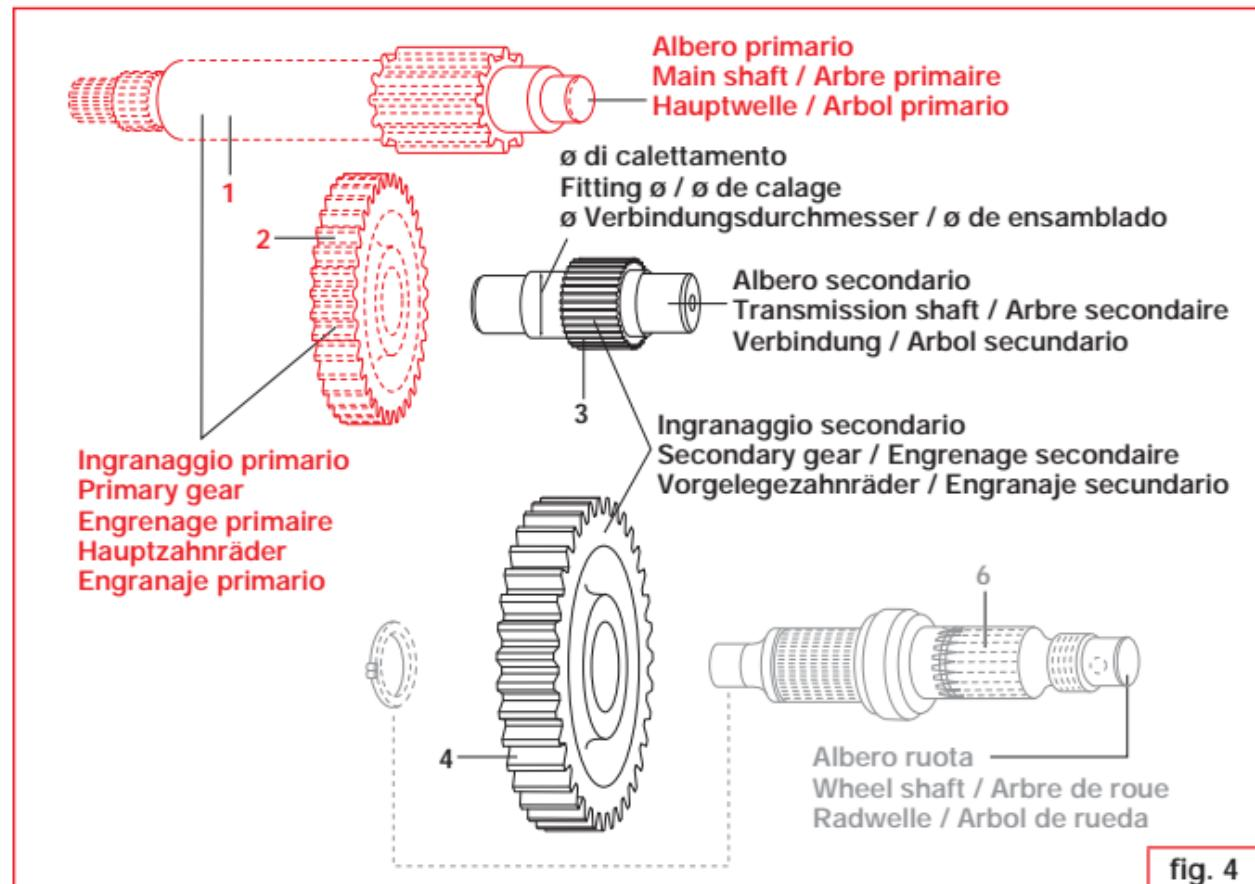

fig. 4
Sbloccare gli ingranaggi 2 e 3 fig. 4 servendosi di una bussola con l'ausilio di una pressa o di una morsa robusta e rimontare il nuovo ingranaggio usando lo stesso sistema all'inverso.
- In alcuni casi la ruota dentata finale 4 fig. 4 viene montata sull'asse ruota 6 fig. 4 piantandola con interferenza. In questo caso bisogna smontare la ruota posteriore dello
Free the gears 2 and 3 fig. 4 using a bushing together with a press or a resistant vice and assemble the gear with the same but inverse proceeding. **(EXCEPT 6714530 and 6714748 )**
- In some cases, the final gear-wheel 4 fig. 4 is installed on the axis of gear-wheel 6 fig. 4, secured with resistance. In this case, remove the scooter rear wheel, withdraw the wheel
Débloquer les engranages 2 et 3 fig. 4 à l'aide d'une douille et d'une presse ou d'un étau solide, et remonter le nouvel engrenage en utilisant le même système en sens inverse.
- Dans certains cas, la roue dentée finale 4, fig. 4, est montée sur l'axe de la roue 6, fig. 4, plantée avec interférence. Dans ce cas, il faut démonter la roue arrière du scooter, retirer
Die Zahnräder 2 und 3 fig. 4 mit einer Buchse unter Zuhilfenahme einer Presse oder eines robusten Schraubstocks entblocken und die neuen Zahnräder in umgekehrter Reihenfolge wieder einbauen. **(AUSGENOMMEN 6714530 und 6714748)**
- In einigen Fällen wird das Endzahnrad 4 fig. 4 mit Übermaß auf die Radachse 6 fig. 4
Desbloquear los engranajes 2 y 3 fig. 4 usando un casquillo con el auxilio de una prensa o de una morsa robusta y remontar el nuevo engranaje usando el mismo sistema al contrario.
- En algunos casos la rueda dentada final 4 fig. 4 viene montada sobre el eje rueda 6 fig. 4